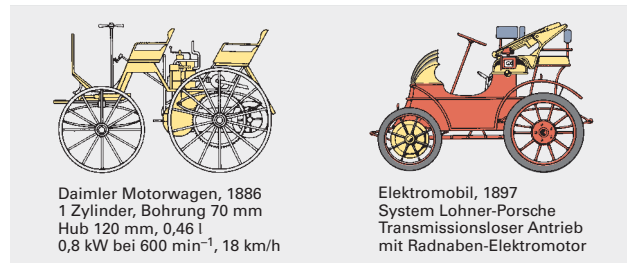

Bild 2: Daimler Motorwagen und 1. Elektromobil
- 1886** Erste **Vierradkutsche** mit **Benzinmotor** von **Daimler** (Bild 2).